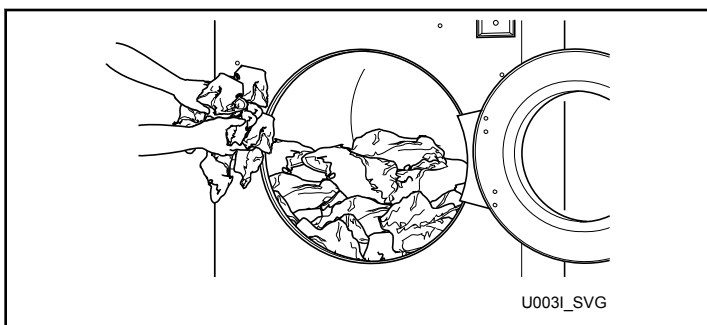

Figura 40
3. Cargue según la capacidad siempre que sea posible. **NO LA SOBRECARGUE.** Consulte la *Figura 40*.